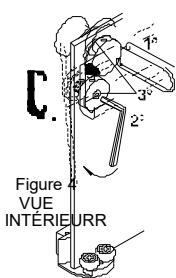

Figure 4
- Accrocher la porte du haut en bas sur le profil supérieur en l'inclinant légèrement. (Fig.4)
- Utilisez le crochet pour tourner la roue jusqu'à réguler la porte en hauteur(Fig.4).
- Tournez l'anti-dérivant avec une clé allen jusqu'à ce que la butée soit placée au sommet du guide. (Fig.4)
- Utilisez le crochet de nouveau pour serrer le déverrouillage (Fig.4).